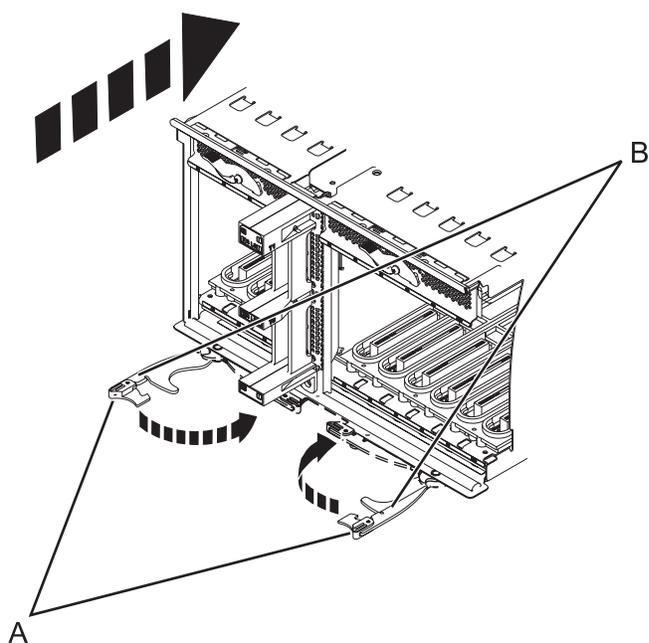

Figure 72. Installation de la carte mère d'entrée-sortie sur un modèle monté en armoire
8. Insérez la carte mère d'entrée-sortie fermement dans le serveur, comme indiqué dans la figure 72, à la page 94.
9. Fixez la carte mère d'entrée-sortie avec les languettes de verrouillage (A), comme indiqué dans la figure 72, à la page 94.